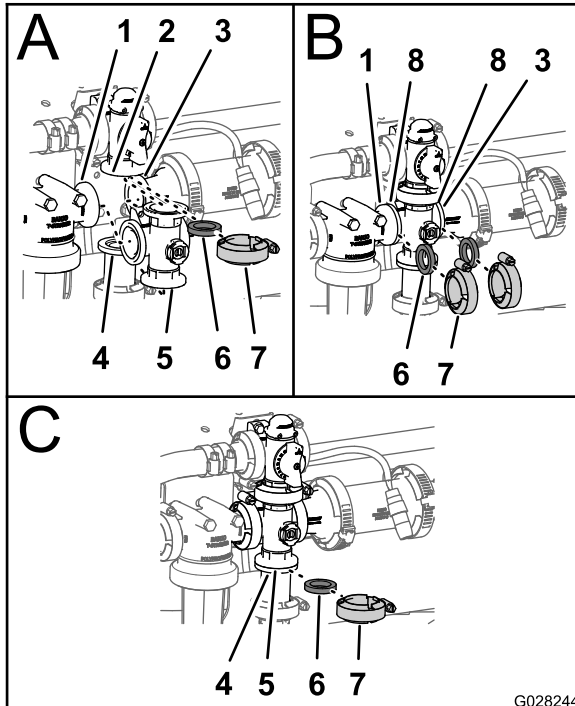

Figura 121
1. Allineate la flangia della valvola di bypass dell'agitatore, 1 guarnizione e la flangia del raccordo del tappo terminale del collettore della valvola dell'agitatore (Figura 121).
2. Montate la valvola di bypass dell'agitatore, la guarnizione e il collettore della valvola dell'agitatore con un morsetto e serrate manualmente (Figura 121).
3. Allineate una guarnizione tra le flange della testa del filtro della pressione e il collettore della valvola dell'agitatore (Figura 121).
4. Montate la testa del filtro di pressione, la guarnizione e il collettore della valvola dell'agitatore con un morsetto e serrate manualmente (Figura 121).
5. Allineate una guarnizione tra le flange del collettore della valvola dell'agitatore e il giunto del riduttore (Figura 121).
6. Montate il collettore della valvola dell'agitatore, la guarnizione e il giunto del riduttore con un morsetto e serrate manualmente (Figura 121).
7. Allineate una guarnizione tra le flange del collettore della valvola dell'agitatore e il raccordo dell'adattatore per la valvola di accelerazione dell'agitatore (Figura 121).
8. Montate il collettore della valvola dell'agitatore, la guarnizione e il raccordo dell'adattatore con un morsetto e serrate manualmente (Figura 121).